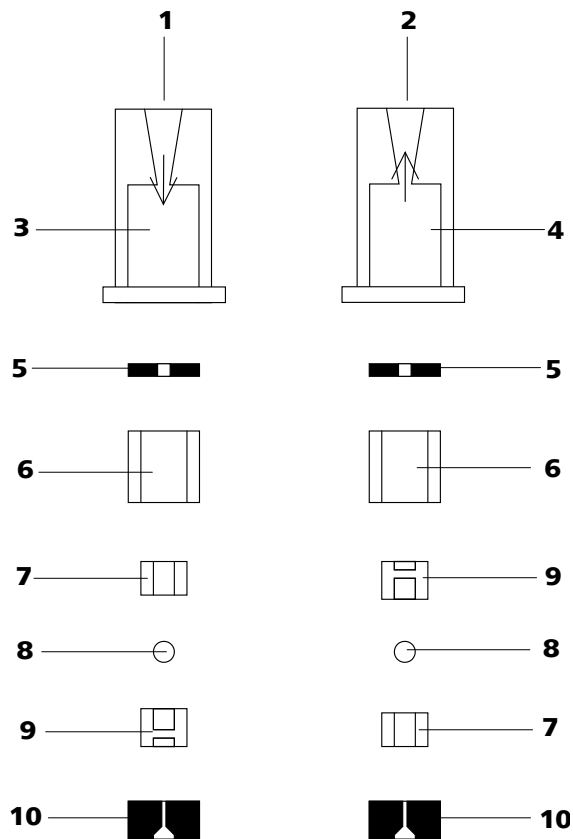

Figura 35 Componentes de la válvula de entrada y de la válvula de salida
- Las válvulas de entrada y de salida están integradas por los mismos componentes, que solamente están dispuestos de forma diferente (véase Figura 35, página 74).
Vuelva a montar los componentes de la válvula *según la figura 35, página 74*.
- Coloque los componentes restantes de la válvula en orden correcto (véase Figura 35, página 74) uno encima del otro
En caso contrario, se deberá volver a desmontar la válvula y montarla correctamente (véase Figura 35, página 74).